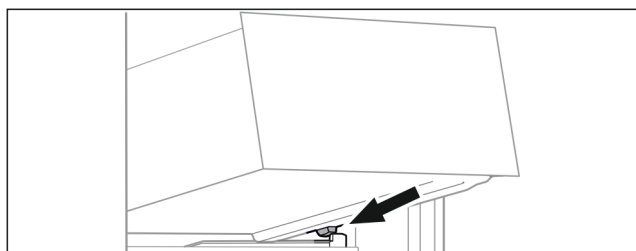

Fig. 85
- ▶ Applicare il cassetto inclinandolo dietro i fermi sulla nervatura del contenitore. (vedere Fig. 85)